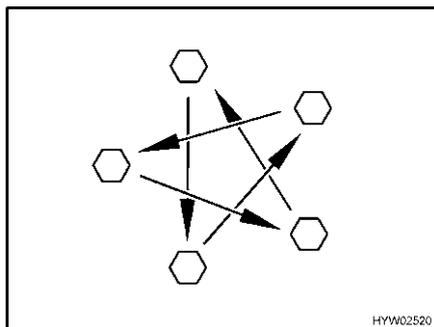

Fig. 244 Serrare a croce i dadi o i bulloni delle ruote
- Controllare regolarmente il serraggio dei dadi o dei bulloni. Regolare a croce (Fig. 244) il serraggio dei dadi o dei bulloni di una ruota sostituita dopo circa 50 km.
- ▷ Serrare a croce i dadi o i bulloni delle ruote (Fig. 244).